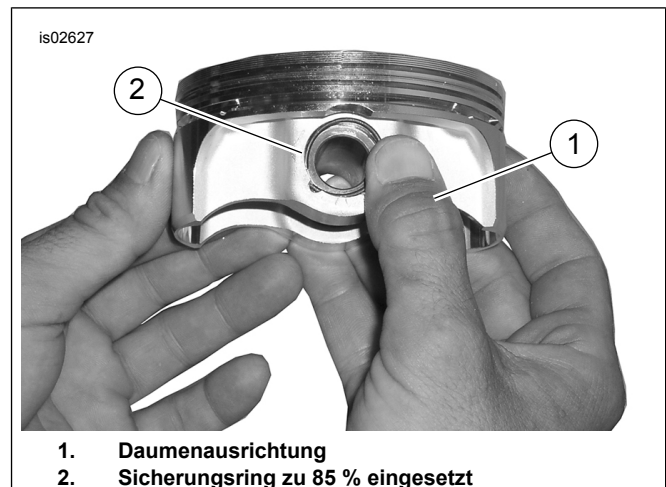

Abbildung 4. Sicherungsring anbringen
2. Siehe Abbildung 4. Den Daumen (1) wie dargestellt platzieren. Fest andrücken, bis ca. 85 % des Sicherungsrings (2) in der Nut sitzen.